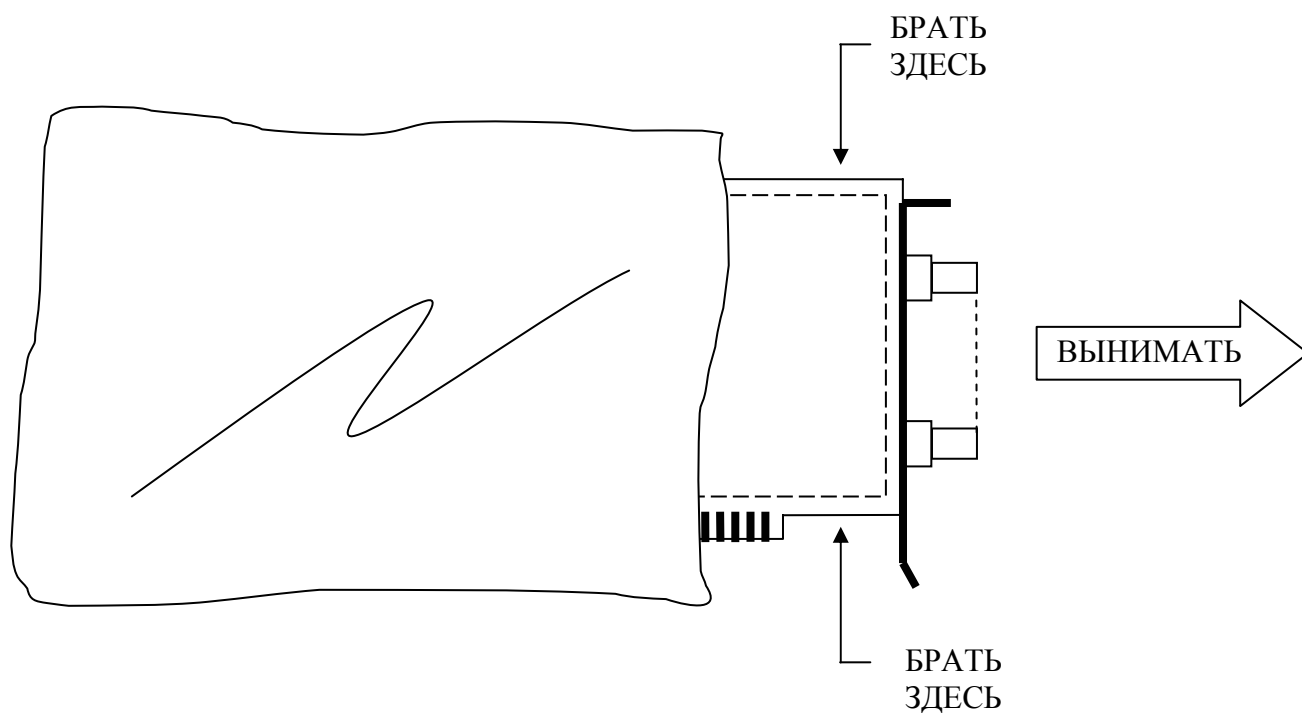

Рис. 7. 1
- 4) Выньте плату из коробки. Выньте плату из пакета, как показано на рисунке (Рис. 7. 1).
ВНИМАНИЕ! Плату брать только за ребра или кронштейн (см.Рис. 7. 1). Не прикасаться к деталям и печатным проводникам платы,